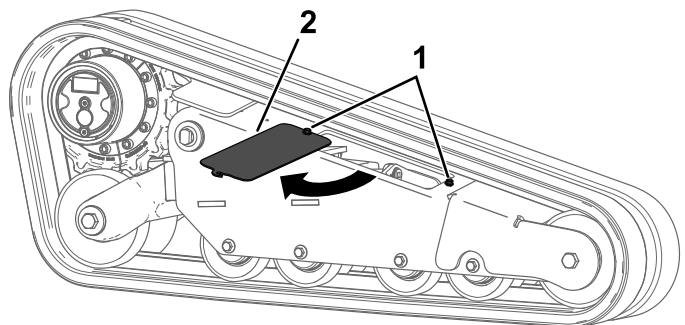

Figura 71
- 5. Afloje los 2 pernos y gire la cubierta de acceso para abrirla (Figura 71).
15. Cierre la cubierta de acceso y apriete los pernos (Figura 71). Apriete los pernos a 41 N·m (30 pies-libra).